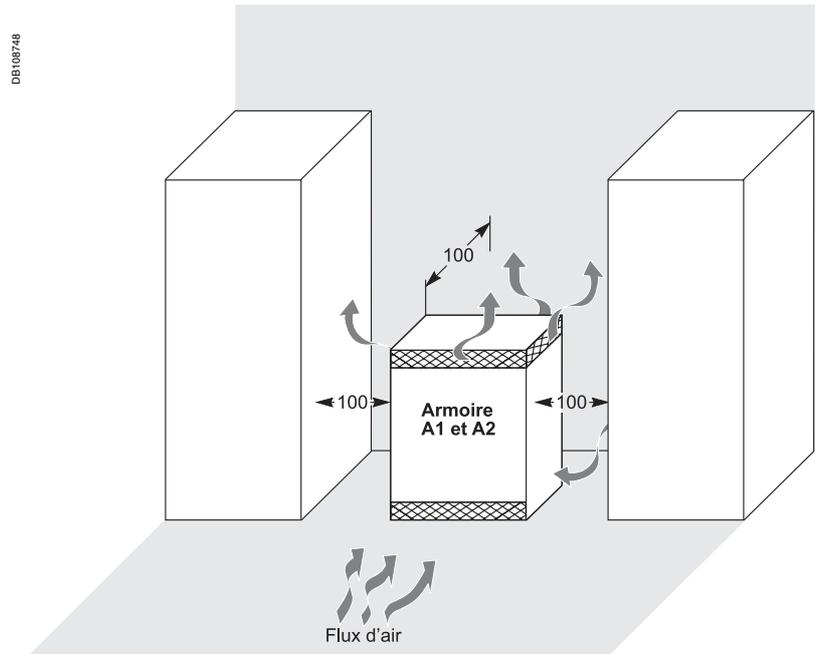

Fig. 6 : armoires A1 et A2.
- positionner l'équipement pour que les ouïes de ventilation soient dégagées : laisser un espace de 10 cm entre les batteries et la paroi (voir page 4, fig. 6 et 7)